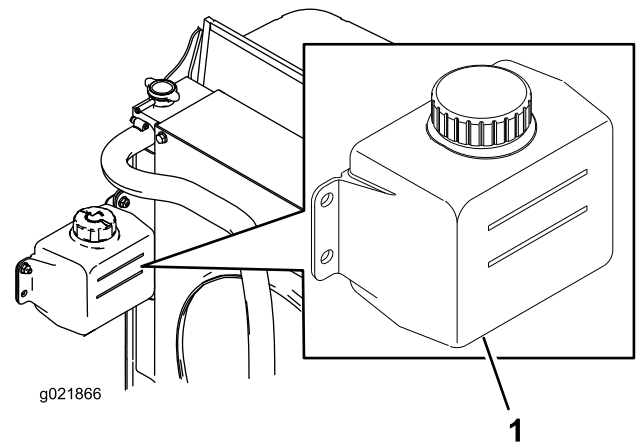

Bild 16
1. Prüfen Sie den Kühlmittelstand im Ausdehnungsgefäß (Bild 16).